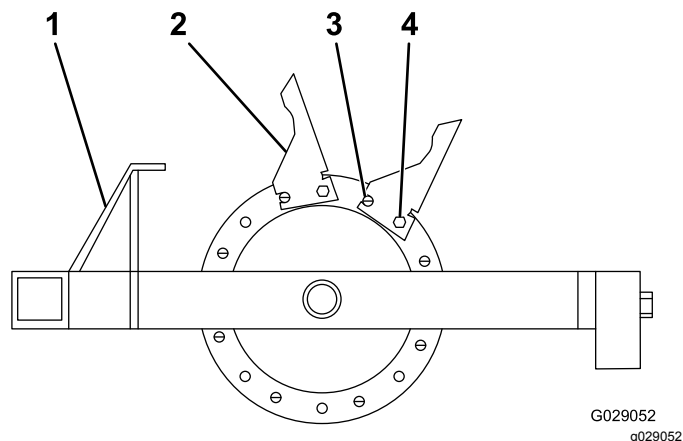

図 9
1. 図 9 に示すように、外側のキャスティングからタインを取り付ける。
2. キャスティングにタイン8本全部を、ロールピンとボルト  $\frac{1}{2}$  インチ x  $1\frac{3}{4}$  インチで取り付け。ロールピンが前側にくるのが正しい取り付けである 図 9。